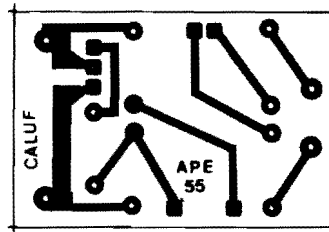

Fig. 2
**FIG. 2 - LAY OUT DO CIRCUITO IMPRESSO ESPECÍFICO** - Apesar da presença do "acoplador ótico" sobre a própria placa, "improvisado" a partir do LED e do LDR, e até da sua eventual blindagem opaca, graças à pequena quantidade de componentes e ao arranjo geral super-simples do circuito, a placa específica de Circuito Impresso resultou pequena e de confecção bastante fácil... A figura mostra o padrão cobreado (em preto, já que as áreas livres de cobre são mostradas em branco...) em tamanho natural (escala 1:1), tomando elementar a "carbonagem" direta sobre um fenolite virgem nas dimensões indicadas na LISTA DE PEÇAS. Embora o padrão seja descomplicado, como partes do circuito operarão sob níveis de Tensão, Corrente e Potência nada desprezíveis (o setor de C.A., centrado no TRIAC...), é sempre bom tomar certos cuidados nas verificações finais, já que qualquer "curtozinho" pode "levantar fumaça" sob tais condições... De qualquer modo, mesmo um iniciante sem muita prática (desde que se disponha a fazer as "coisas" com capricho e atenção, conferindo cada passo...) conseguirá elaborar a plaquinha, sem grandes problemas... Quem for muito "pagão", deve consultar previamente as INSTRUÇÕES GERAIS PARA AS MONTAGENS, lá no começo da Revista, onde são transmitidos dados e informações da mais alta importância para o sucesso desta e de toda e qualquer outra montagem em Circuito Impresso... Enfim: enquanto a plaquinha real não "bater" direitinho com o modelo diagramado na figura, "nem pensar" em ir enfiando e soldando os componentes, senão...